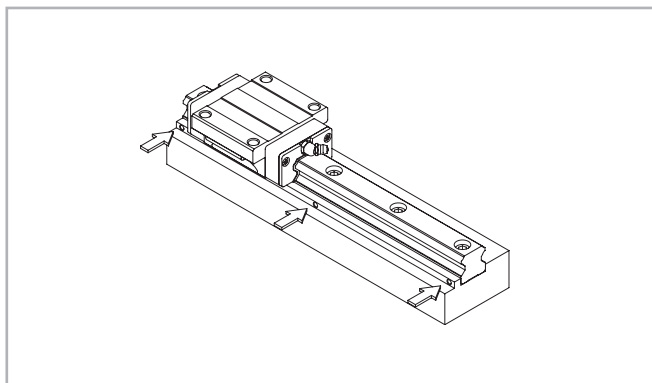

Fig. 54
(3) Serrez les vis de pression sur le rail de guidage jusqu'à ce qu'il y ait un contact étroit avec le côté de l'épaulement (voir fig. 54).